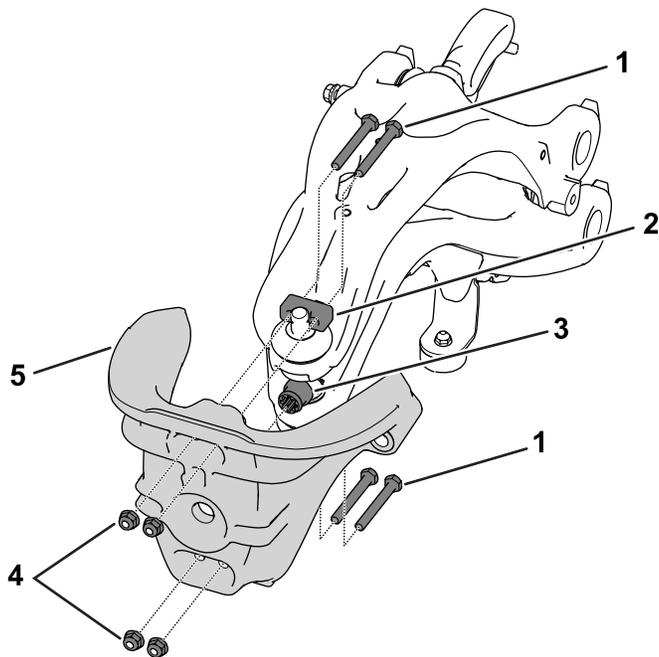

图 3
3. 卸下将转向头固定到悬架的六角头螺栓5/16 x 2½ 英寸、螺母5/16 英寸和夹具图 3。
4. 从转向头上卸下塑料花键套环图 3。
6. 使用在步骤 3 中卸下的五金件将转向头安装到悬架上图 3。